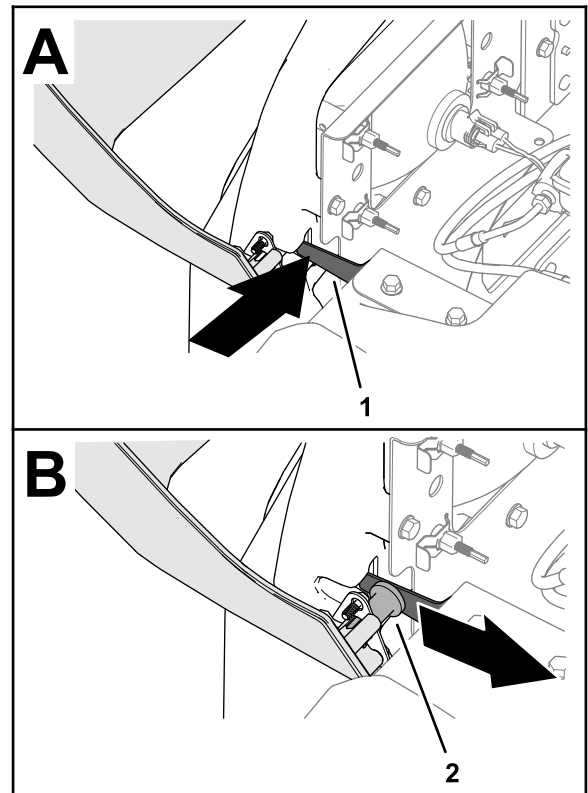

Bild 41
3. Stützen Sie die Motorhaube ab; drücken Sie den Drehriegel nach innen und bewegen die Motorhaube nach hinten, bis der Lastösenbolzen der Motorhaube aus dem Riegel heraus ist (Bild 41).